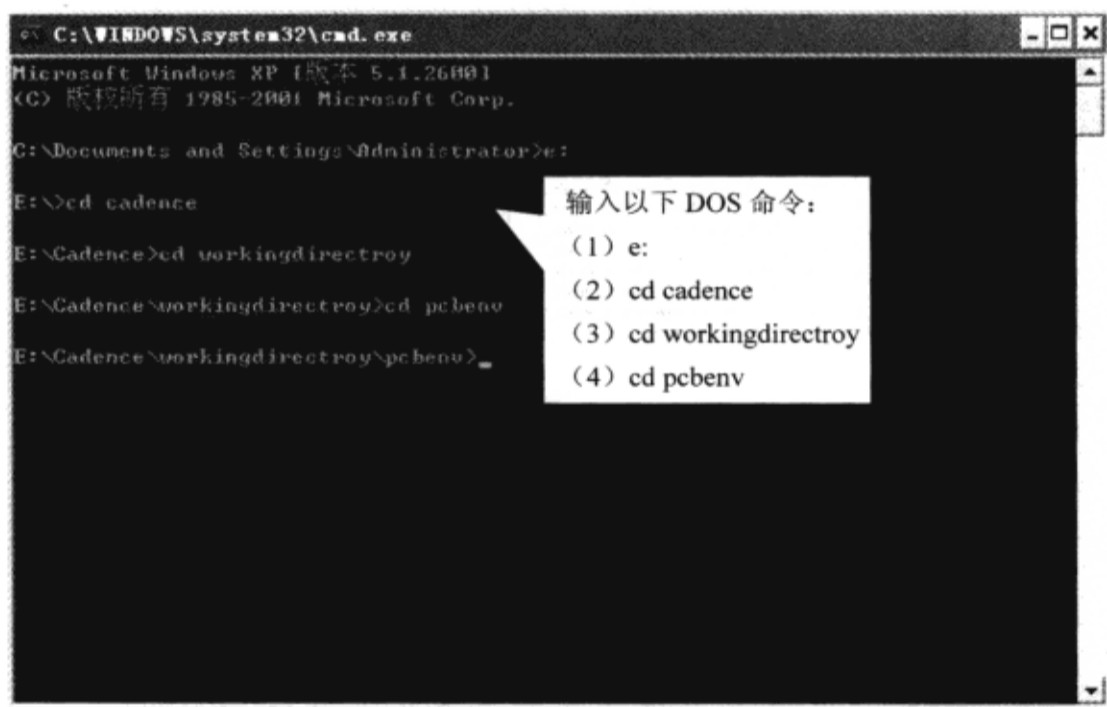

图 10-6-34 进入 pcbenv 文件夹
(3) 在 DOS 目录提示符窗口中输入图 10-6-34 中所示的命令，进入默认工作目录下的 pcbenv 文件夹，pcbenv 文件夹所处的位置会根据用户所设置默认工作目录的不同而不同。